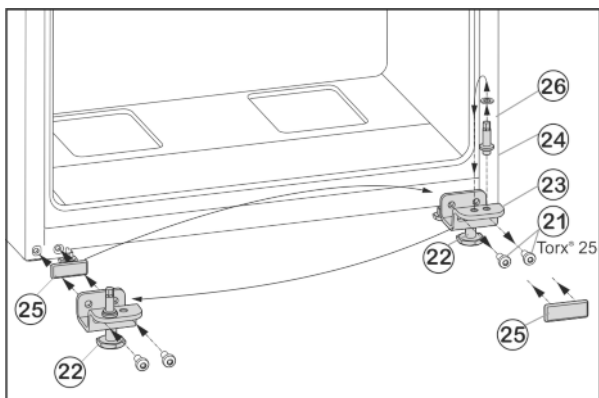

Fig. 8
- ▶ Викрутіть гвинти кріплення Fig. 8 (21).
- ▶ Зніміть нижній опорний кронштейн Fig. 8 (23) разом із гвинтом Fig. 8 (24), шайбою Fig. 8 (26) та установочною ніжкою Fig. 8 (22).
- ▶ Відкрутіть гвинт Fig. 8 (24) разом із шайбою Fig. 8 (26), переставте їх у протилежний отвір опорного кронштейна та знову закрутіть.
- ▶ Обережно зніміть кришку Fig. 8 (25) і переставте її на протилежний бік.
- ▶ Знову прикрутіть нижній опорний кронштейн Fig. 8 (23) разом із гвинтом Fig. 8 (24), шайбою Fig. 8 (26) та установочною ніжкою Fig. 8 (22) на новий бік шарніра (з моментом 4 Нм), у разі необхідності скористайтеся пристроєм для електричного закручування гвинтів.
- ▶ Встановіть дверцята зверху на опорний гвинт Fig. 8 (24).
- ▶ Викрутіть установочну ніжку Fig. 8 (22) на нижньому опорному кронштейні Fig. 8 (23), доки він не буде опиратися на підлогу.